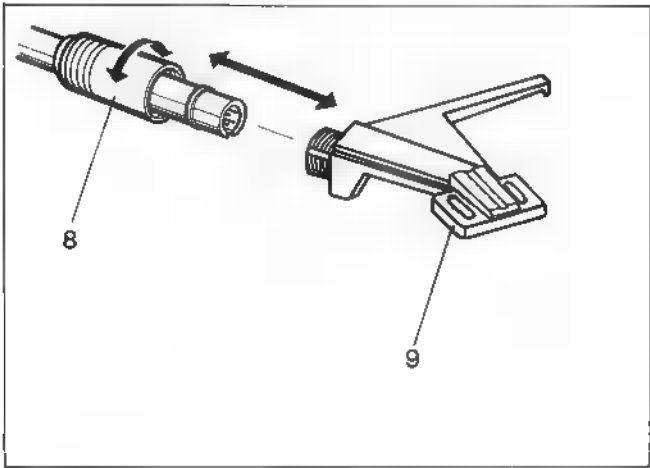
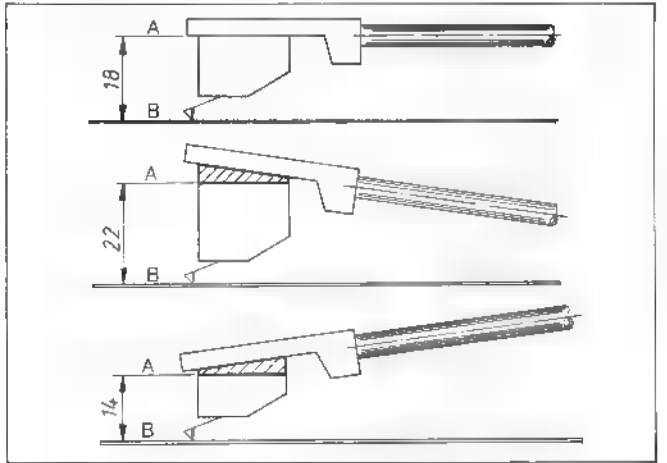

Fig. 2
Fig. 5
- Für Tonabnehmersysteme, welche dieses Maß über- oder unterschreiten, können die beigelegten Keile (18) verwendet werden (Fig. 5).
- Die vom Hersteller des Tonabnehmers vorgesehene Einstellung erreichen Sie, wenn die Montagefläche (A) des Tonabnehmers parallel zur Schallplatte (B) verläuft.
- Tonkopf auf Tonarmrohr aufstecken und Mutter 8 festschrauben (Fig. 2).